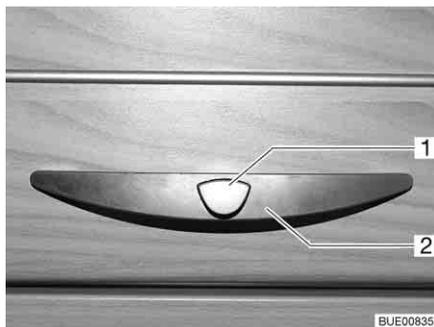
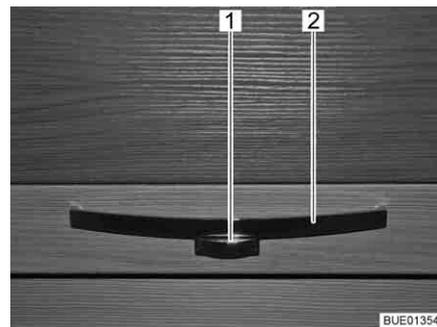

Fig. 56 Sportello del mobile con maniglia (esempio)
Fig. 57 Sportello del mobile con maniglia (esempio)
- Premere il bottone di sbloccaggio (Fig. 56,1 o Fig. 57,1) della maniglia (Fig. 56,2 o Fig. 57,2) e mantenerlo premuto.